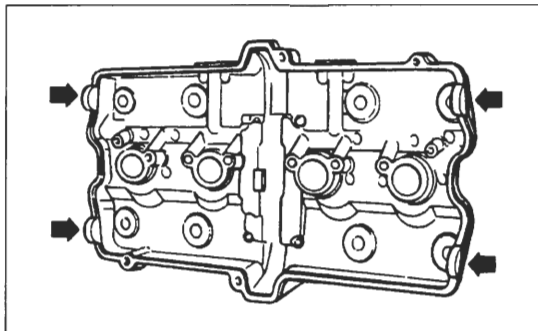

Bild 32
- Flüssige Dichtmasse (3 Bond-Silikondichtmasse o.ä.) auf Nockenwellen-Lagerbohrungen auftragen (Bild 32).